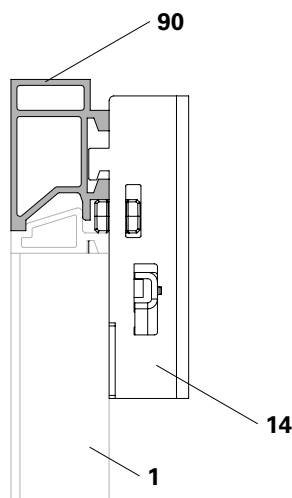

Fig. A4.03
Il collegamento tra il profilo di appoggio UNO Plus (90) e il telaio per parete esterno avviene tramite il giunto di appoggio UNO Plus (14). (Fig. A4.03 + A4.04)